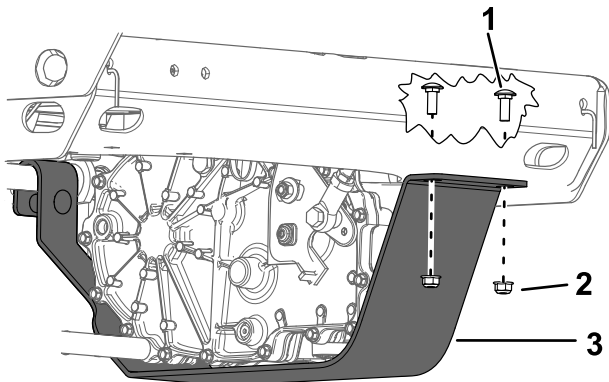

Figura 62
4. Remova os dois parafusos e as porcas das proteções da transmissão (Figura 62).